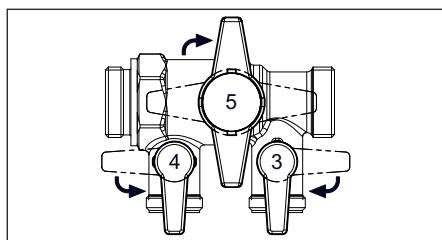

Fig. 6.10 Dispositivo di carico e risciacquo
- Portare in posizione di chiusura la valvola a sfera dritta (5) al centro della valvola di carico e risciacquo (Fig. 6.10).
- Aprire il rubinetto di riempimento (3) e quello di scarico (4) della valvola di carico e risciacquo (Fig. 6.10).